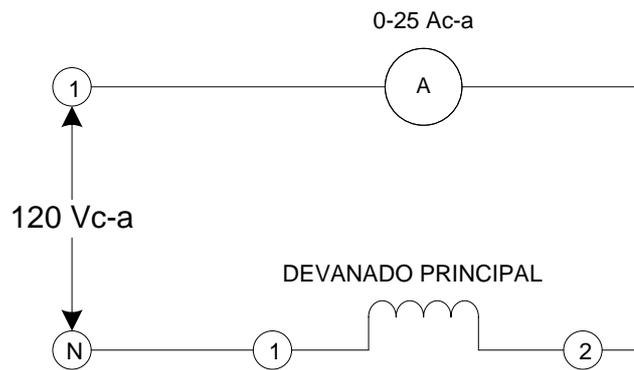

FIGURA 1
1.- Conecte el circuito ilustrado en la figura 1, utilizando el módulo de motor con arranque por capacitor, fuente de alimentación y medición de ca. Observe que se usa la salida fija de 120 V c.a. de la fuente de alimentación, terminales 1 y N.